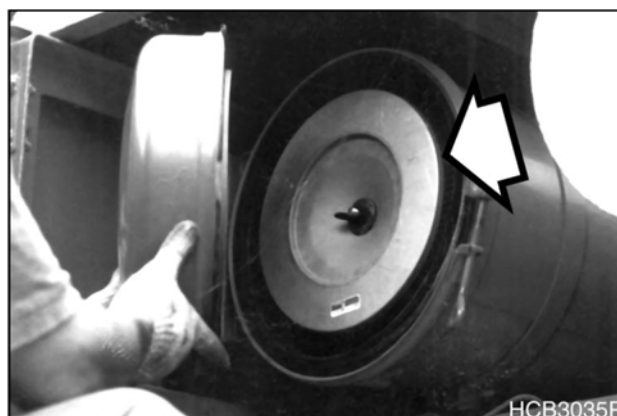

Рис. 51
1. Определить место расположения узла фильтра (рис. 51). Снять крышку доступа и извлечь наружный элемент узла воздушного фильтра.